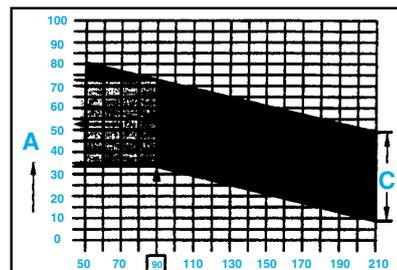

fig. Mot. 18
- **Exemple :** (fig. Mot. 18)